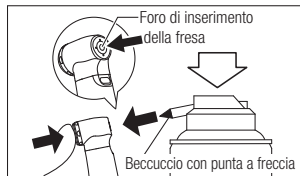

Fig. 10
- 2) Lubrificare il mandrino direttamente attraverso il foro di inserimento della fresa (Fig. 10).